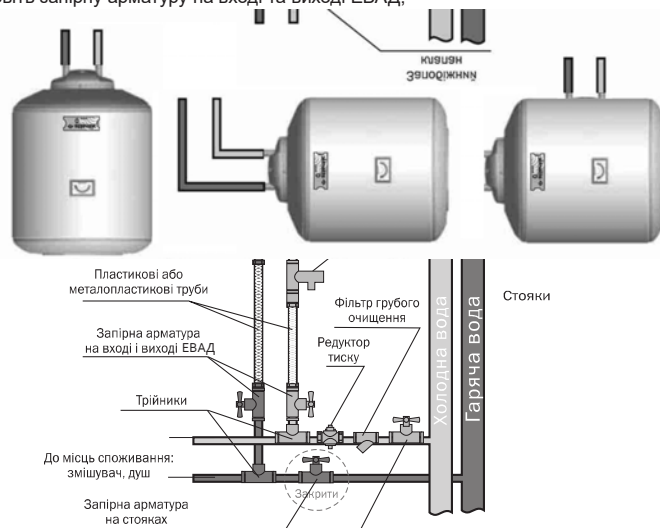
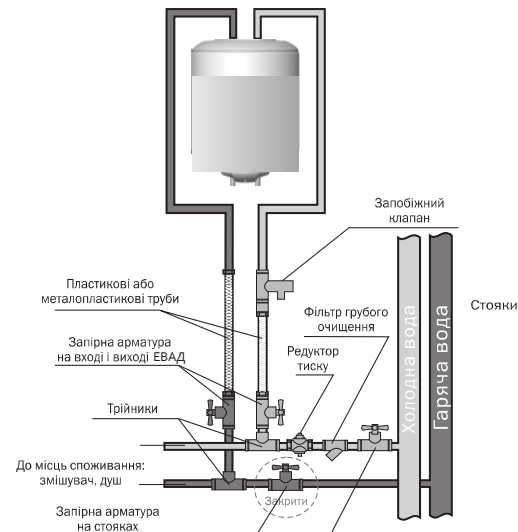

Рис. 5. Підключення ЕВАД у вертикальному / горизонтальному положенні
Рис. 6. Підключення ЕВАД, що встановлюється під мийкою
Підключення (рис. 5, 6):
**УВАГА! Підключення до системи водопостачання ЕВАД моделей O'Pro PC 10SB, PC 15S має виконуватися чітко у відповідності зі схемою, наведеною на рис. 6. Запобіжний клапан кріпиться на трубопроводі осторонь від ЕВАД. При встановленні моделей Steatite в горизонтальному положенні патрубок подачі холодної води (помічений синім кільцем) повинен бути розташований знизу, а патрубок гарячої води (помічений червоним кільцем) - зверху (рис. 5).**
Для чого спочатку потрібно перекрыти запірну арматуру на вході в ЕВАД (рис. 5, 6), а також відкрити кран гарячої води у місці споживання регулятора (див. п. 5).
Для чого спочатку потрібно перекрыти запірну арматуру на вході в ЕВАД (рис. 5, 6), а також відкрити кран гарячої води у місці споживання.
При тривалій перерві в роботі ЕВАД його необхідно від'єднати від електричної мережі та перекрыти вентиля на вході та на виході (рис. 5).